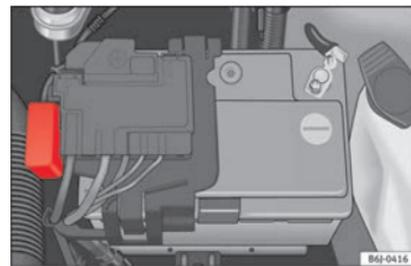

Fig. 40
- Appuyez sur les languettes de verrouillage pour déverrouiller le cache de la boîte à fusibles » fig. 40.